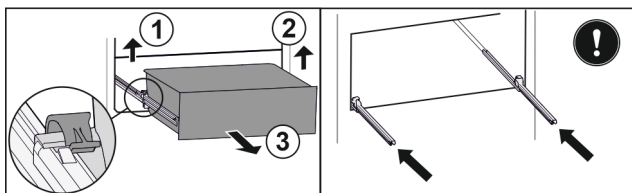

Fig. 103
- Soulever la bride gauche et tirer dans le même temps la partie gauche du tiroir vers l'avant. Fig. 103 (1)
- Soulever la bride droite et tirer dans le même temps la partie droite du tiroir vers l'avant. Fig. 103 (2)
- Retirer le tiroir par l'avant. Fig. 103 (3)